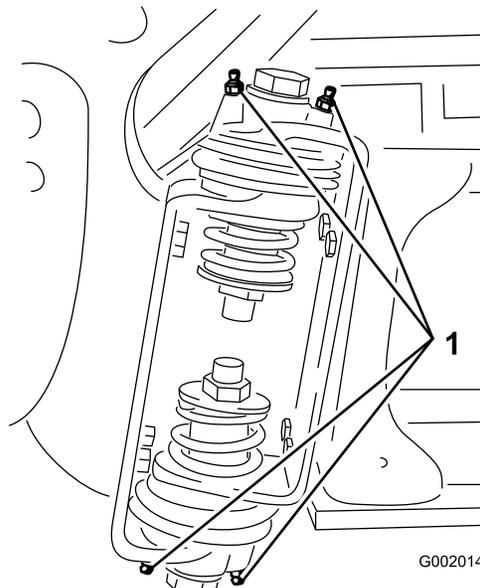

Рисунок 68
2. Закачайте консистентную смазку в подшипник или втулку через каждую масленку (Рисунок 68).